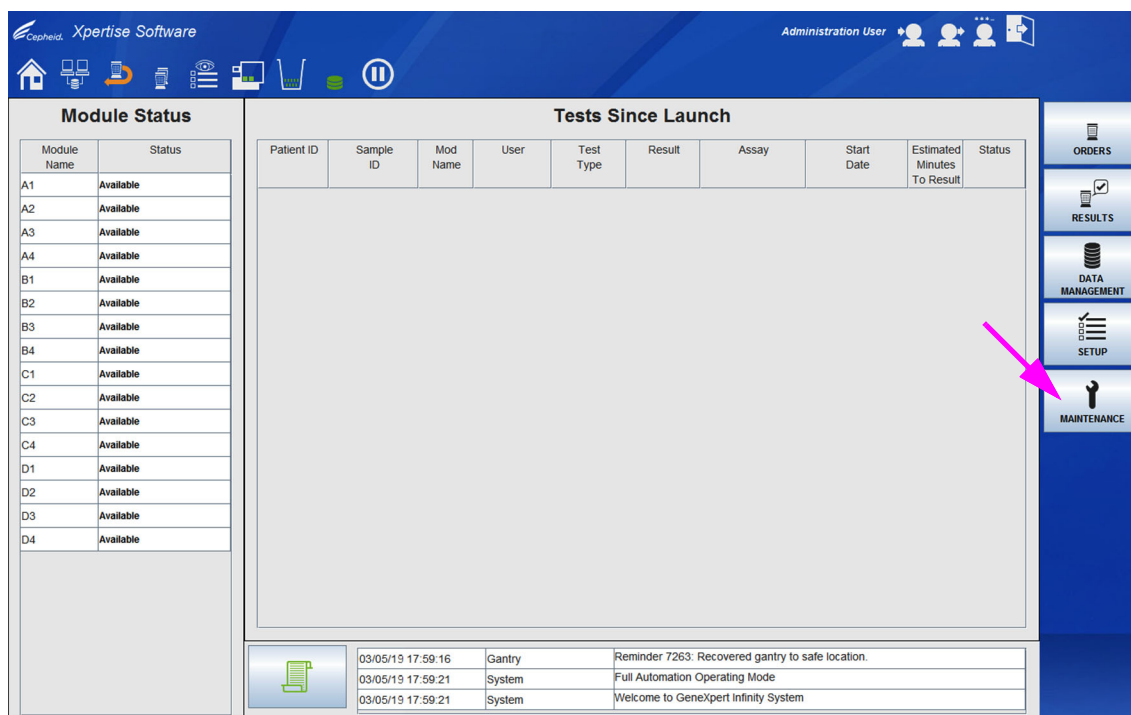
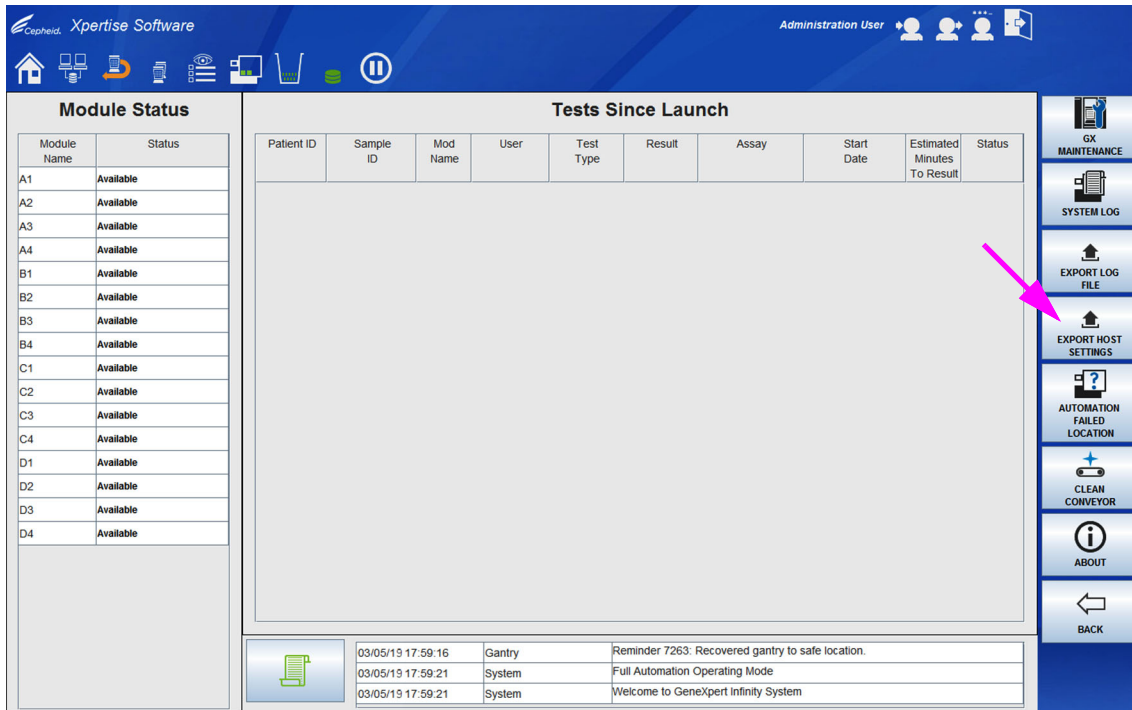
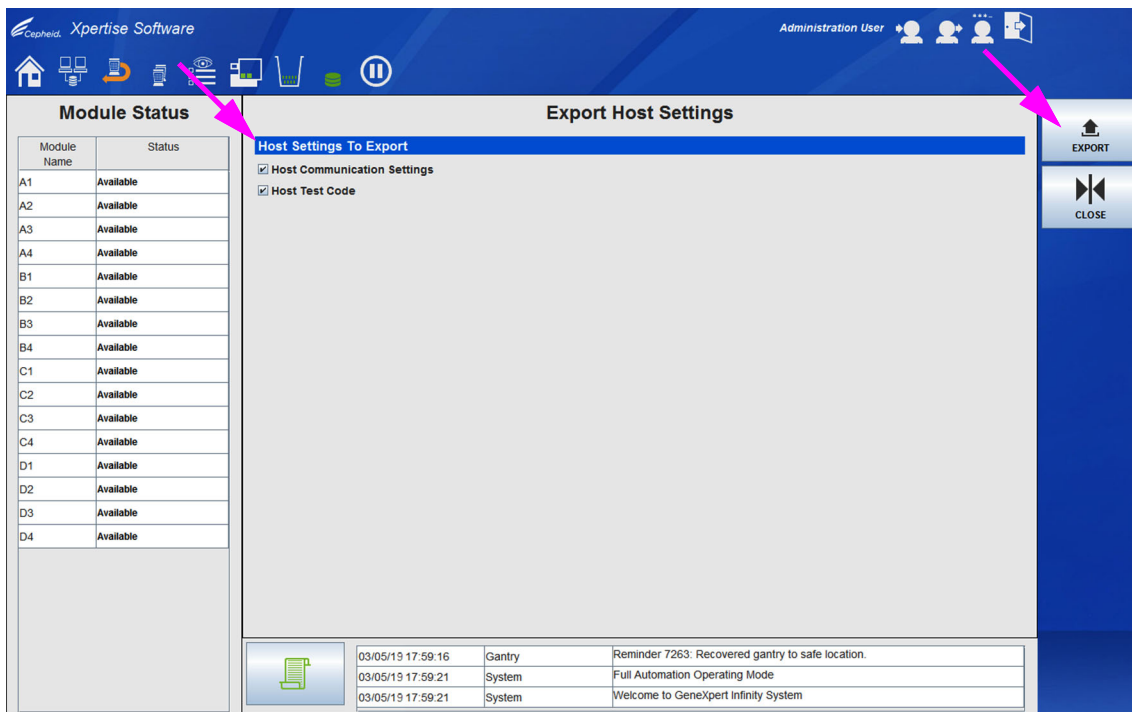

図 9-80. Xpertise Software ホームワークスペース – 管理レベルのログイン
図 9-81. メンテナンスメニュー – 管理レベルのログイン
図 9-82. ログファイルのエクスポートワークスペース
1. 管理者としてシステムにログインします。図 9-80 を参照。
2. Xpertise Software ホームワークスペースで、**メンテナンス (MAINTENANCE)** ボタンを選択します（図 9-80 を参照）。メンテナンス (Maintenance) メニューが表示されます。図 9-81 を参照。
3. **ホスト設定のエクスポート (EXPORT HOST SETTINGS)** ボタンを選択します（図 9-81 を参照）。ホスト設定のエクスポート（Export Host Settings）ワークスペースが表示されます。図 9-82 を参照。
5. **エクスポート (EXPORT)** ボタンを選択します (図 9-82 を参照)。ホスト設定ファイルの場所を選択するために、ホスト設定のエクスポート (Export
ホスト設定ファイルが保存されると、ホスト設定のエクスポート (Export Host Settings) ワークスペースが表示されます。図 9-82 を参照。
6. **閉じる (CLOSE)** ボタンを選択します。図 9-82 を参照。